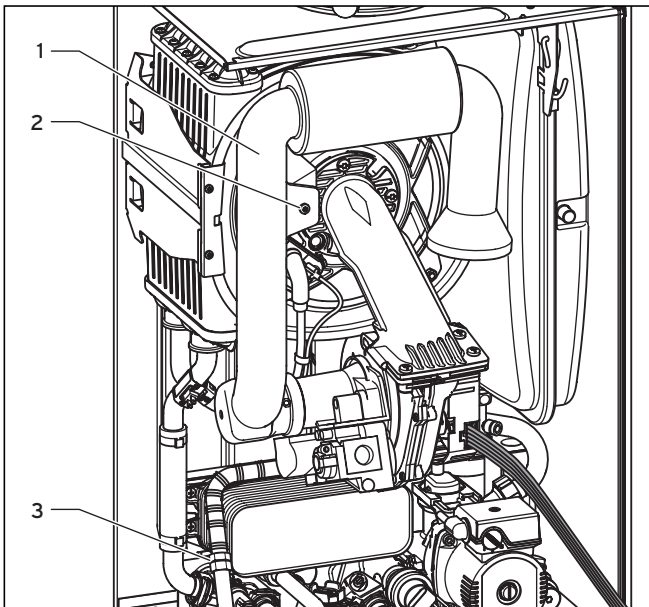

Рис. 8.7 Подсоединение газовой подводящей линии
Откройте подачу газа и проверьте прибор на газонепроницаемость посредством аэрозоля для поиска течей. Особенно проверьте резьбовые соединения (3, на рис. 8.7) и (11).
- Проверьте синее уплотнение воздуховсасывающей трубы (1) на правильность посадки, см. рис. 8.7.
- Насадите воздуховсасывающую трубу на всасывающий штуцер и закрепите ее стопорным болтом (2), см. рис. 8.7.